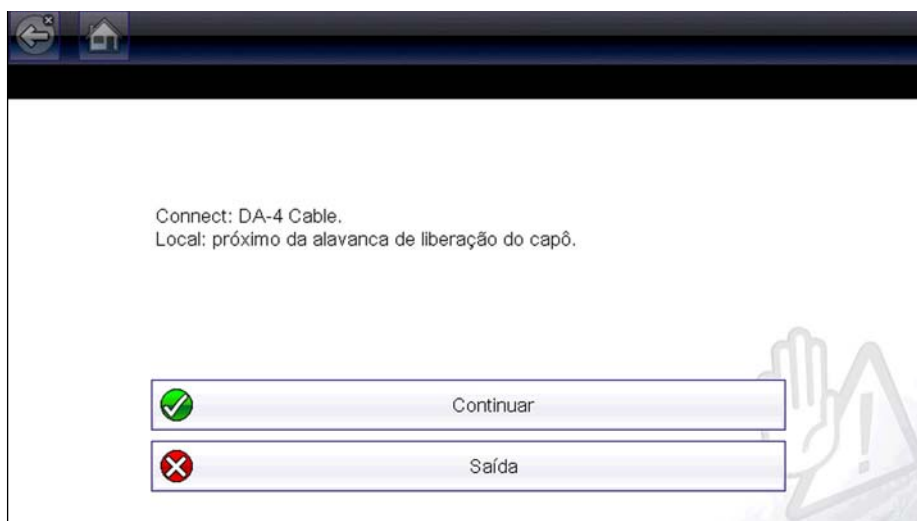

Figura 5-4 Amostra Mensagem de conexão do veículo
Instruções para conectar o Scanner ao veículo com o cabo de dados são exibidas após uma seleção ser feita na lista de sistemas disponíveis para testar (Figura 5-4).
1. Siga as instruções na tela para conectar-se ao veículo (Figura 5-4).